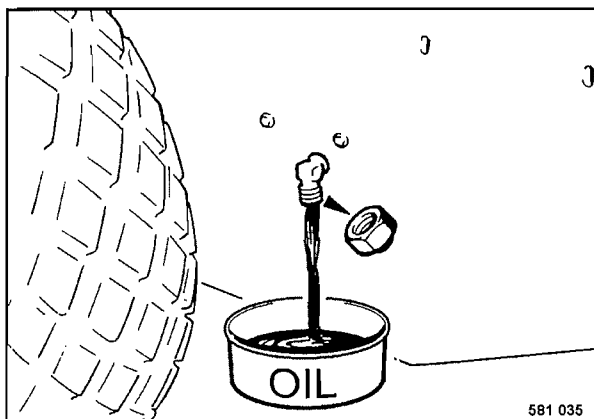

Fig. 72
- Desenroscar el tornillo de descarga (Fig. 72) y recoger el aceite usado saliendo.